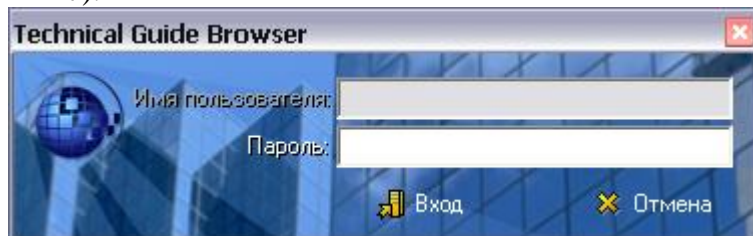

Рис. 227
2. Запустите файл утилиты *TGPubAccess.exe*. После этого откроется окно входа в утилиту (Рис. 227).